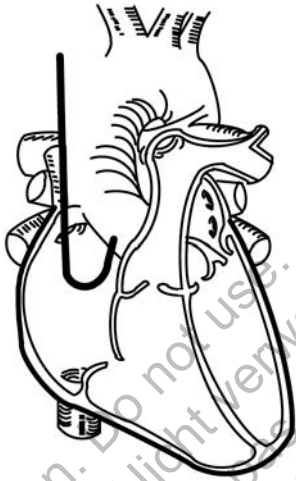

Abbildung 6. Atriale Platzierung
- Zur Positionierung der vorgeformten J-förmigen Vorhofelektrode den Mandrin festhalten und die Elektrodenspitze unter Durchleuchtung vorschieben, bis sich die Spitze im Herzohr befindet (Abbildung 6 Atriale Platzierung auf Seite 19).